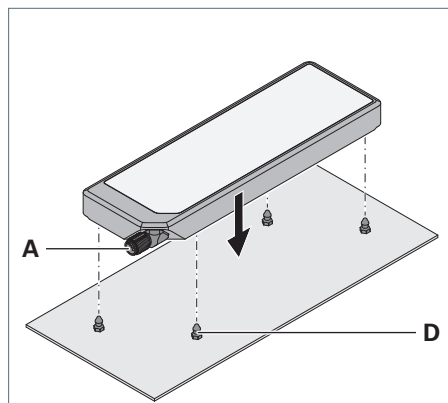
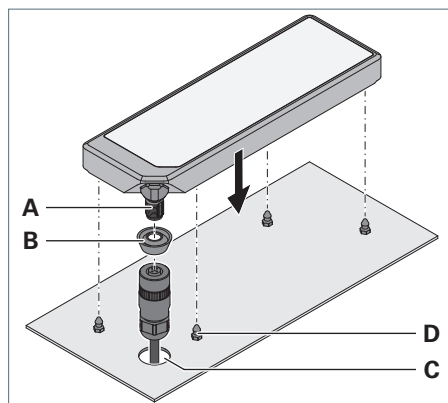

Fig. 1: APA – Connecteur devant la paroi de la machine.
Fig. 2: APA – Connecteur sur la face arrière.
- Connecteur devant la paroi de la machine, voir Fig. 1
- Connecteur sur la face arrière, voir Fig. 2
- **Uniquement** en cas de connecteur sur la face arrière : le trou **C**  $\varnothing$  21 mm pour le connecteur mâle est percé, voir Fig. 2.
- ▶ Appliquez un frein-filet approprié sur les embouts à visser **D** fournis, voir Fig. 1 et voir Fig. 2.
- ▶ Vissez les embouts à visser **D** dans les trous préparés dans la paroi de la machine, voir Fig. 1 et voir Fig. 2.
- ▶ **Uniquement** en cas de connecteur sur la face arrière (position 3.2) : faites glisser la bague d'étanchéité fournie **B** au-dessus du connecteur mâle, voir Fig. 2.
- ▶ Pressez le luminaire sur les embouts jusqu'à ce qu'il s'enclenche de manière audible, voir Fig. 1 et voir Fig. 2.